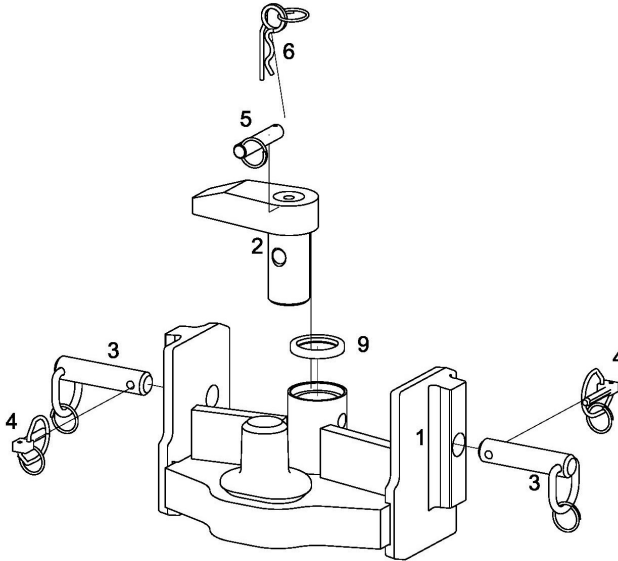

Ilustración 2: boca pitón con sujeción de retención manual
3.1 SUJECIÓN DE RETENCIÓN MANUAL (CONSULTE LA ILUSTRACIÓN 2)